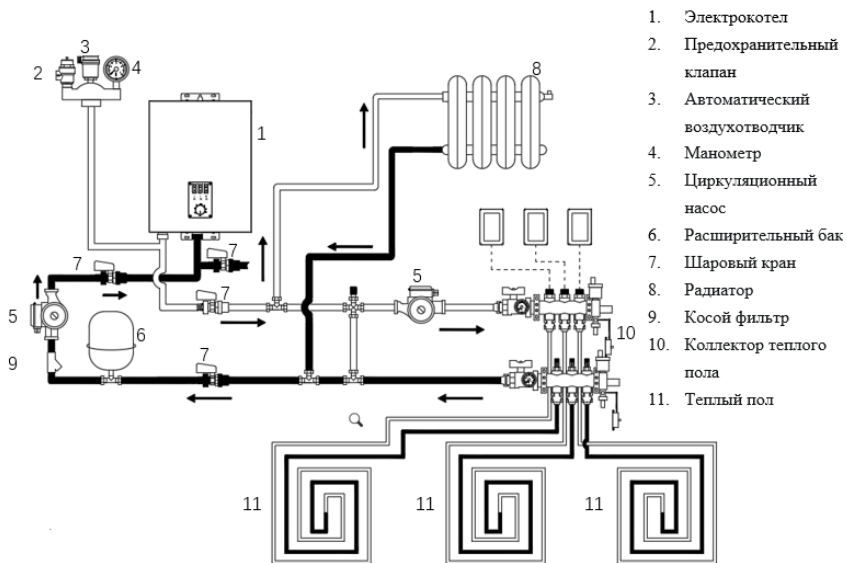

Рис. 5. Схема подключения в систему отопления радиаторы + теплый пол.
7.3.1. Размещение прибора на стене (Рис.5)